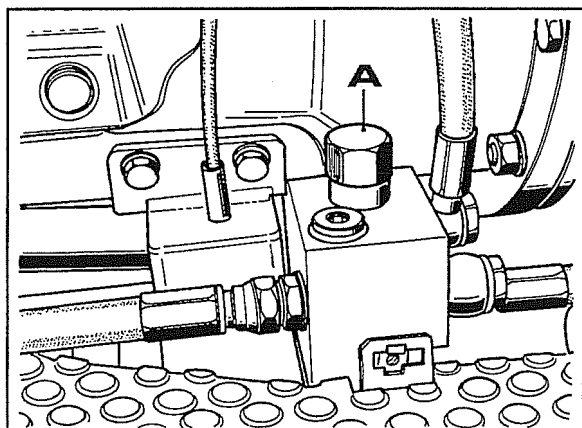

Fig. 1
1. Togliere la protezione tunnel centrale e il fianchetto sul lato pedali freni, scoprendo in tal modo la valvola prioritaria **A** fig.1.